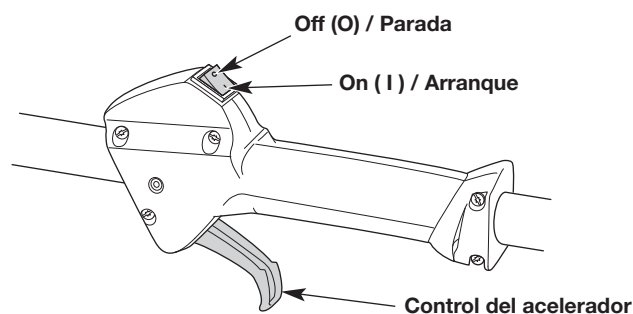
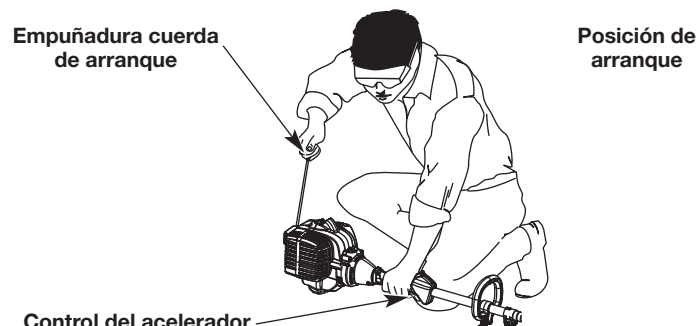

Fig. 9
Fig. 12
**ADVERTENCIA:** Se debe evitar arrancar accidentalmente la unidad. A fin de evitar que se produzcan lesiones graves, el operador y la unidad deben estar en una posición estable cuando se jala la cuerda de arranque (Fig. 12).
**NOTA:** No es necesario encender la unidad. El interruptor de encendido/apagado está en la posición ON (I) (encendido) en todo momento (Fig. 9).
5. Agacharse en la posición de arranque (Fig. 12).
6. Apriete el control del acelerador (Fig. 9) y tire de la cuerda de arranque con un movimiento controlado y firme **5 veces** (Fig. 12).
2. Oprima y mantenga apretado el interruptor de encendido/apagado en la posición OFF (O) (apagado) hasta que el motor se pare por completo (Fig. 9).
- NOTA:** No es necesario encender la unidad. El interruptor de encendido/apagado está en la posición ON (I) (encendido) en todo momento (Fig. 9).
7. Apriete y mantenga oprimido el control del acelerador (Fig. 9). Ponga en marcha el accesorio de arranque eléctrico durante 2 segundos.